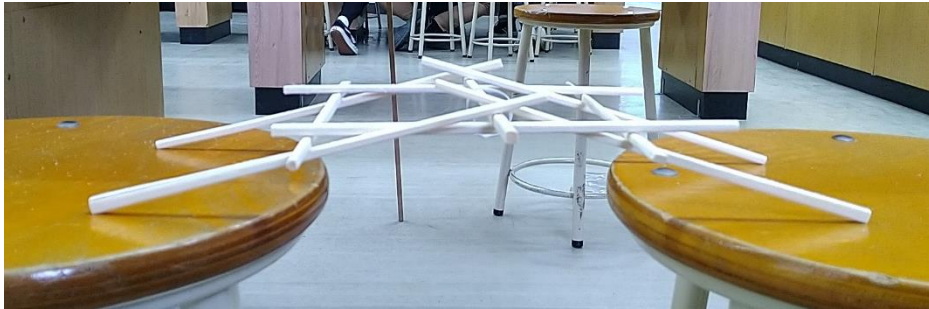

図2 3段のダ・ヴィンチの橋の様子
- ① 橋に用いる素材の摩擦係数を変えず、3段の橋を作った(図2)。